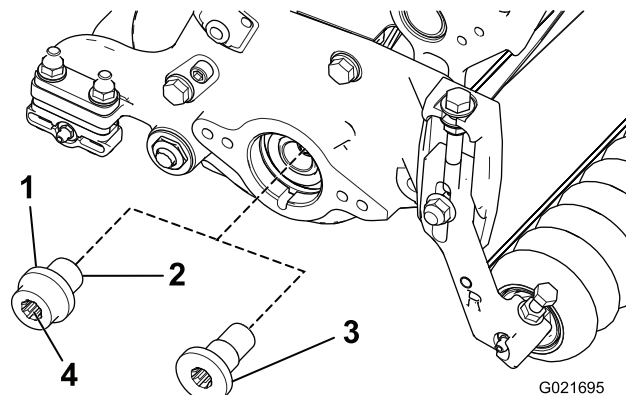

図 8
15. リール駆動シャフト・ツールを使って、リールシャフトのリールモータ側の端部からスプライン付きインサートを取り外す（図 8）。
16. 新しい（長い）スプライン付き駆動インサートを、リールシャフトに取り付ける（図 8）。取り付ける前に、ねじ山に 242 ロクタイト（青）を塗りつける。115 to 128 N-m (11.7-13.1 kg.m=85-95 ft-lb) にトルク締めする。
17. インサートの端部に汎用グリスを詰める（図 8）。